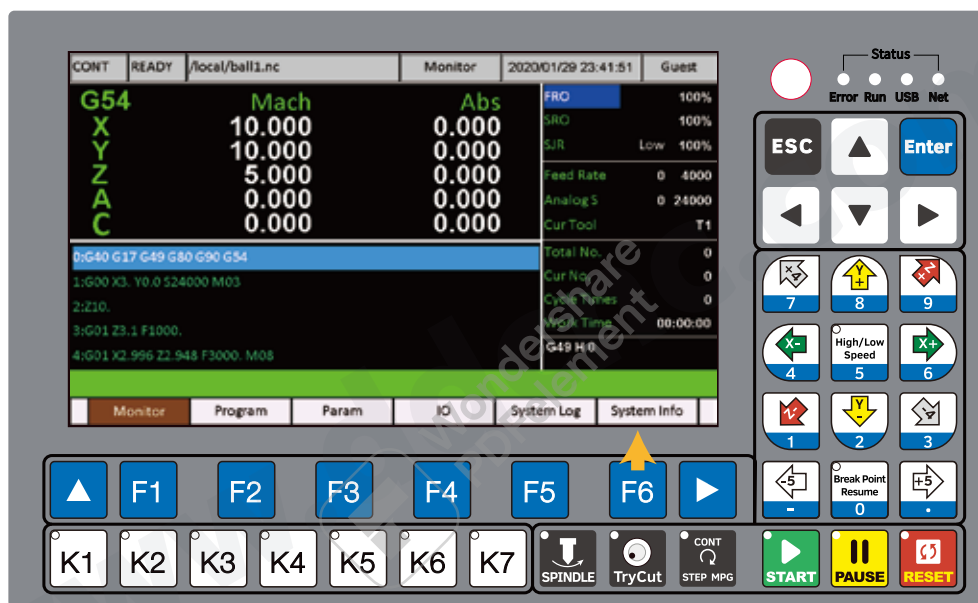

Figura 8-1 Pressione F6 para a página de informações do sistema
- 1) Vá para a página principal do “System Log” conforme a figura 8-1; E pressione a tecla F3 de “Atualização do sistema” ;